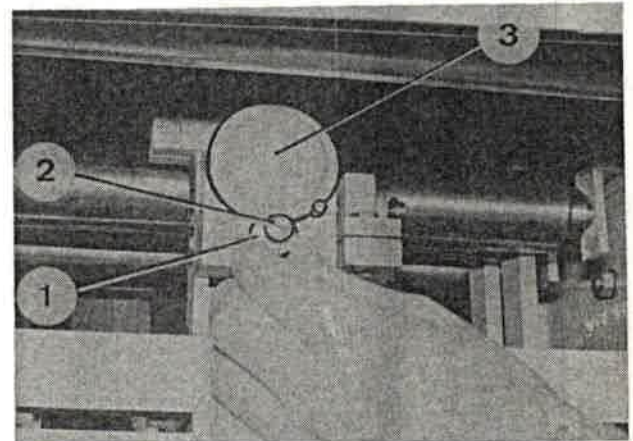

Bild 196
8.1 Sperrstück (Bild 196/1) so verdrehen, daß die flache Stelle (Bild 196/2) zur Farbpatrone (Bild 196/3) weist.